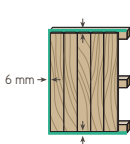

Fig. 3
- Para fijar, usar puntas de 1 1/2 como mínimo o clavos en T, aplicados en forma diagonal en la esquina del macho (Fig. 3). Alternativamente, utilizar un adhesivo elastomérico para pegar madera con madera u hormigón.